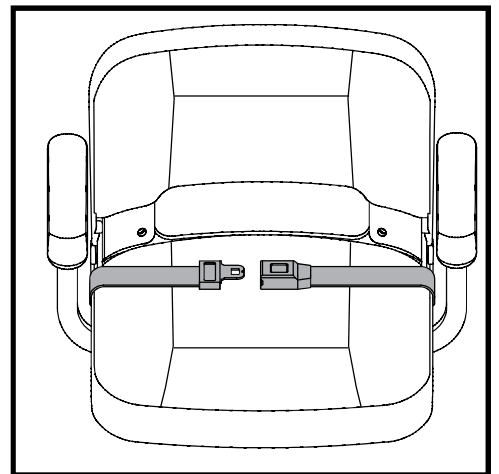

Figura 33. Cinture di sicurezza
La seduta del miniscoter può essere dotata di cinture di sicurezza regolabili per maggiore comodità. **Vedere figura 33.** La cintura di sicurezza è stata progettata per garantire un maggiore supporto all'utente ed evitare che scivoli in avanti o indietro sulla seduta. La cintura di posizionamento non è concepita come dispositivo di contenimento.
1. Inserire il gancio metallico del lato destro della cintura nella chiusura di plastica al lato opposto spingendo fino a sentire un "click". **Vedere figura 33.**